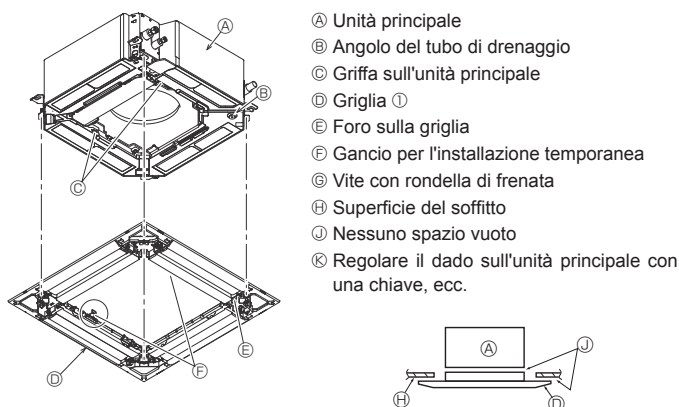

Fig. 9-6
### 9.4.2. Installazione temporanea della griglia (Fig. 9-6)
- Serrando le viti preinstallate, fissare la griglia all'unità principale. (Fig. 9-6)
Assicurarsi che non vi sia alcuno spazio vuoto tra l'unità principale e la griglia o tra la griglia e la superficie del soffitto. (Fig. 9-6)